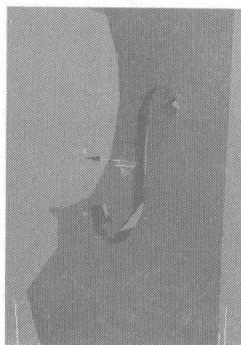
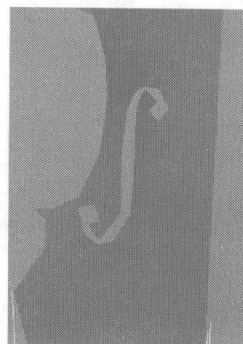
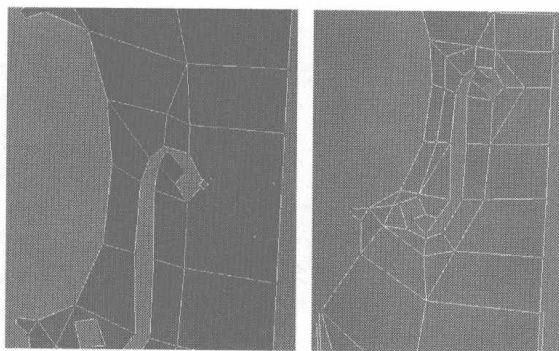

图 5.125
图 5.126
图 5.127
- 14** 选择如图 5.125 所示的面，按 Delete 键将其删除，结果如图 5.126 所示。单击 **Cut** 按钮，在模型上切割细分曲线，如图 5.127 所示。